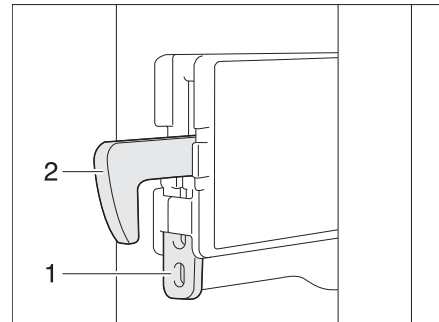

Bild 247 Fixierung Verriegelungshaken
- Die Fixierung (Bild 247,1) nach oben drücken. Der Verriegelungshaken (Bild 247,2) wird nach oben gedrückt und ist außer Funktion.
- Den Verriegelungshaken (Bild 247,2) nach unten drücken. Der Verriegelungshaken ist wieder in Funktion.